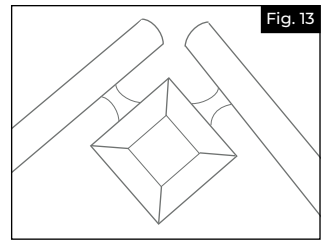

Fig. 13
- Instalar los largueros del pasamanos de manera temporal. Los largueros del pasamanos que se van a unir deben extenderse lo suficiente como para permitir el marcado y corte final (Fig. 13).